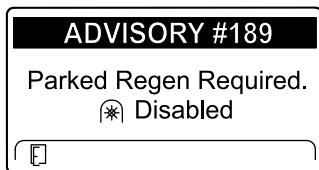

Figura 73
- Si no se realiza la regeneración con la máquina aparcada en un plazo de 2 horas, el InfoCenter muestra ADVISORY #189 (Aviso n.º 189) solicitando la regeneración con la máquina aparcada e indicando la desactivación de la toma de fuerza (Figura 73).